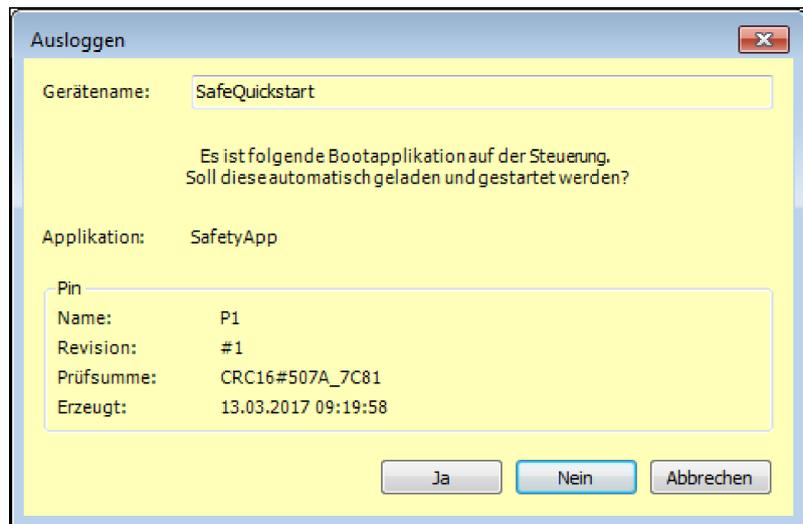

Abb. 87: Dialog: Ausloggen bei unterschiedlicher Bootapplikation und Downloadapplikation
- Der Entwickler wird in einem Dialog gefragt, ob die hinterlegte Bootapplikation geladen und gestartet werden soll (siehe Abb. 87).